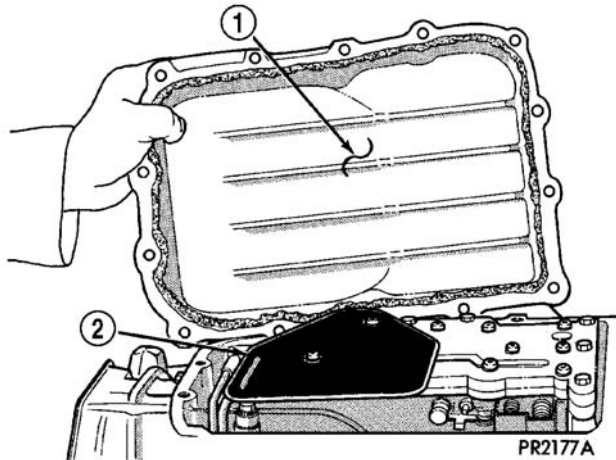

图 298 变速驱动桥油盘
(7) 从壳体上分离油盘并将油液放入合适的容器中（图 298）。